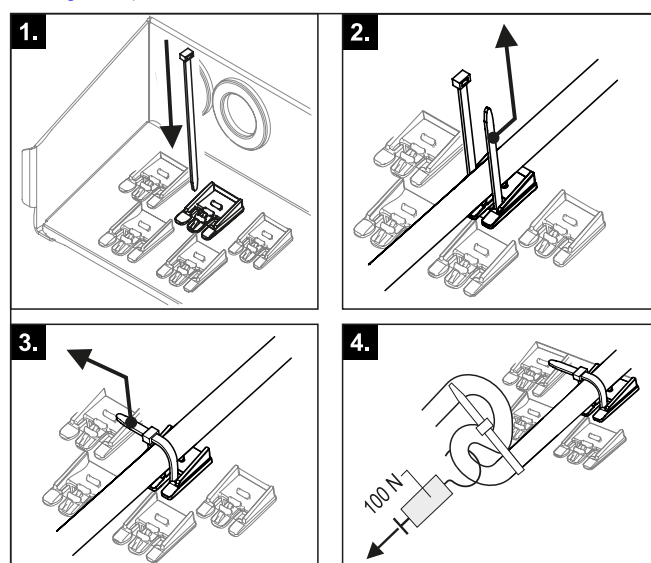

Fig. 3-37 Realizzazione e controllo dello sgravio della trazione
- 7 Per tutti i cavi collegati all'unità interna è necessario assicurare un efficace sgravio della trazione all'esterno del corpo della regolazione per mezzo di fascette fissacavi (passo 1 – 3, Fig. 3-37).
- 8 Controllare la forza di tenuta dello sgravio di trazione (passo 4, Fig. 3-37).